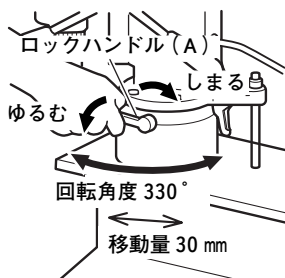

図 6
ロックハンドル (A) をゆるめると本体はマグネットに対し、前後方向 30 mm、回転角度 330° の範囲で移動することができます。(図 6)